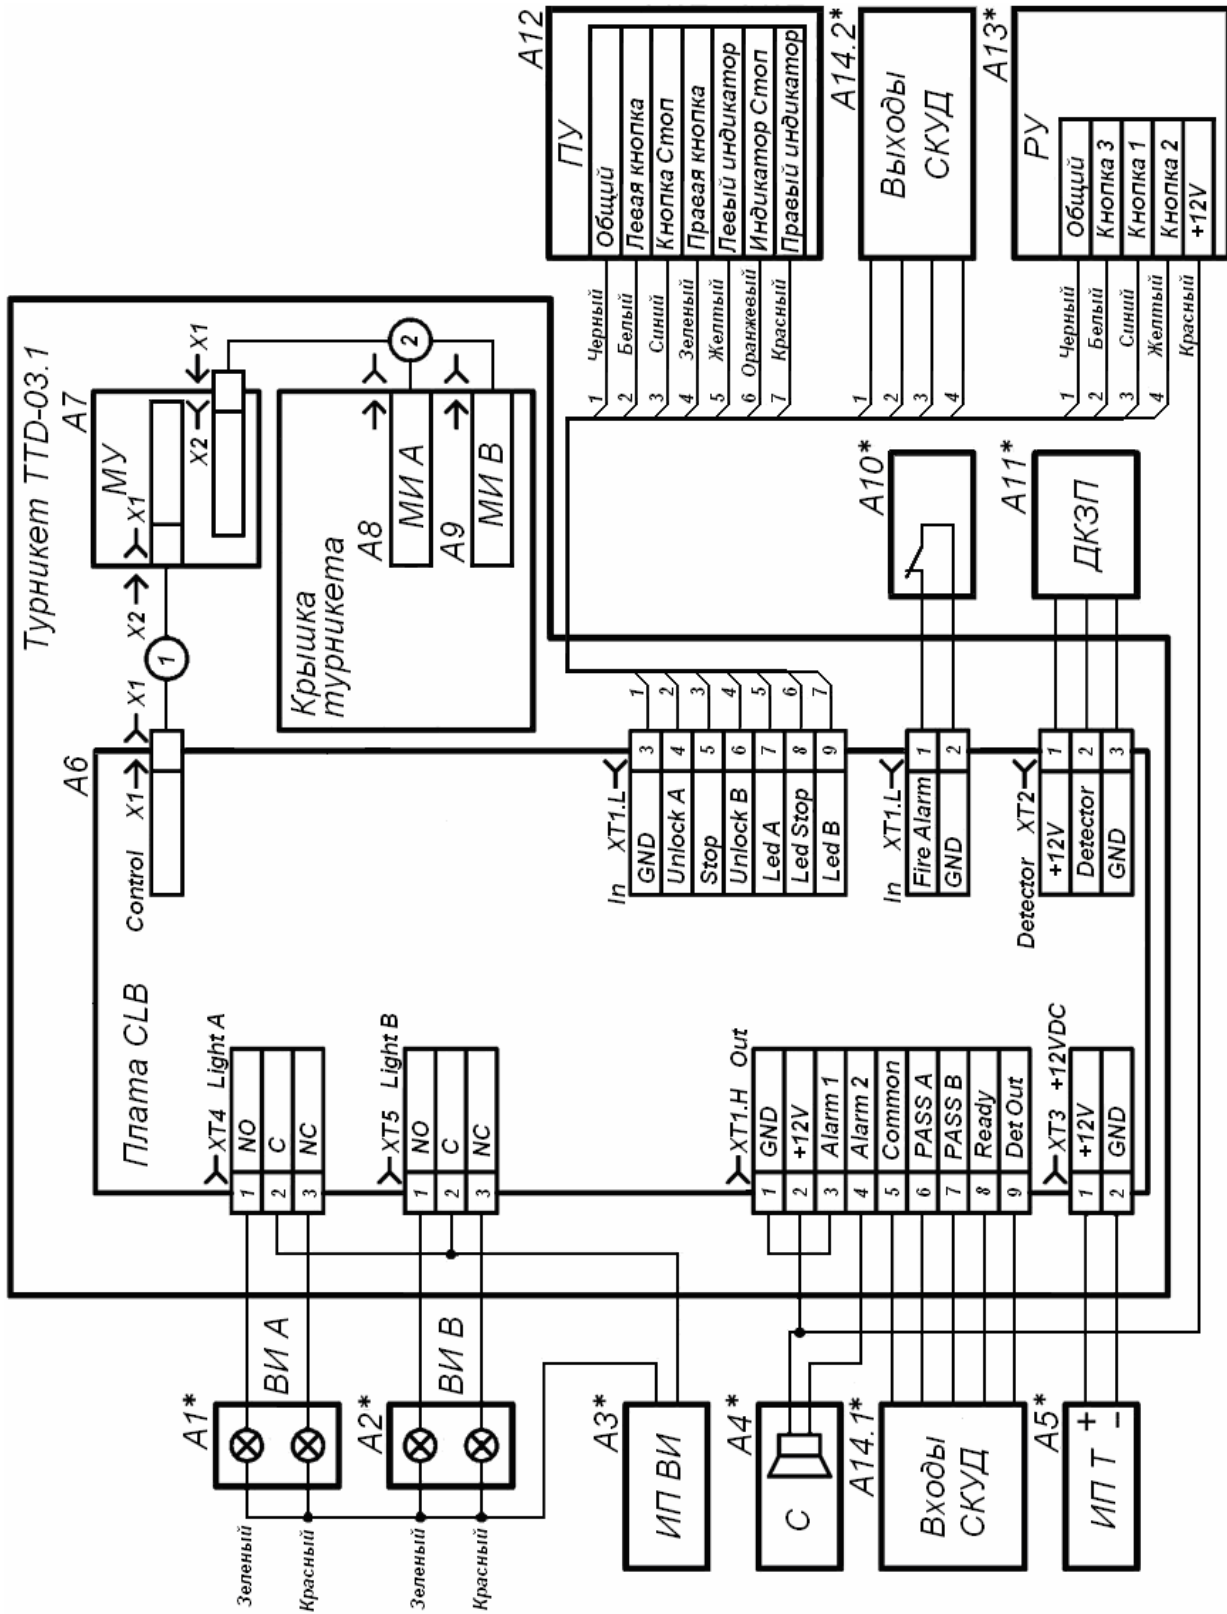

Рисунок 4 Схема электрическая соединений
5.2.3 ПДУ / устройство РУ / контроллер СКУД (12) и источник питания турникета (11) подключаются к плате CLB кабелями (13 и 14) в соответствии со схемой электрической соединений (см. рисунок 4).